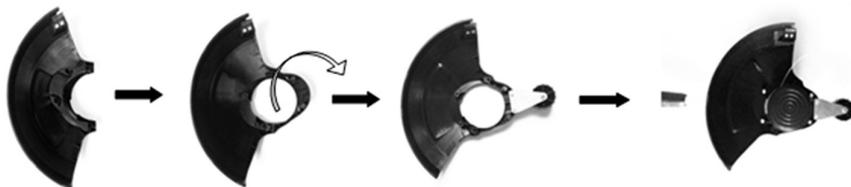

Рис. 2 Установка защитного кожуха
- Присоедините к защитному кожуху ограничительный ролик с кронштейном, закрепив его двумя винтами (Рис. 2).
- Закрепите защитный кожух на корпусе двигателя четырьмя винтами (Рис. 2).